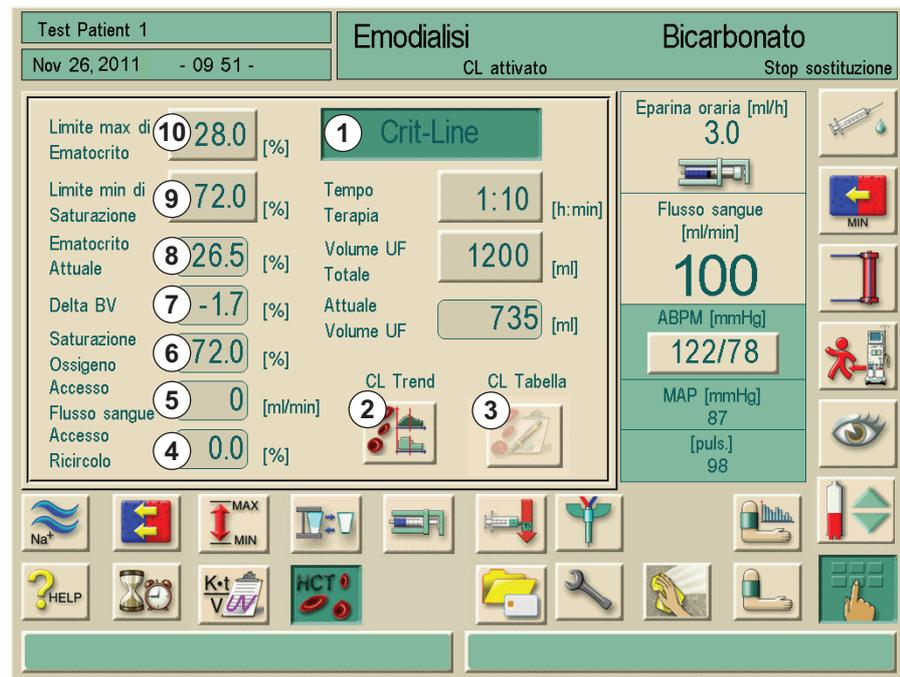

Fig. 11-33 Finestra principale Crit-Line
Se il pulsante 2 Fig. 11-33 Finestra principale Crit-Line (226) viene toccato, vengono visualizzati i trend di ematocrito, variazione del volume ematico in percentuale, ricircolo, flusso sangue all'accesso e saturazione dell'ossigeno. Un gruppo di trend, composto da tre trend, viene visualizzato sullo schermo. I gruppi di trend possono essere modificati toccando il pulsante trend (5) (vedere capitolo 12.10 Modificare un parametro dei gruppi di trend (257)).
1. Toccare il pulsante 3 in Fig. 11-33 Finestra principale Crit-Line (226).